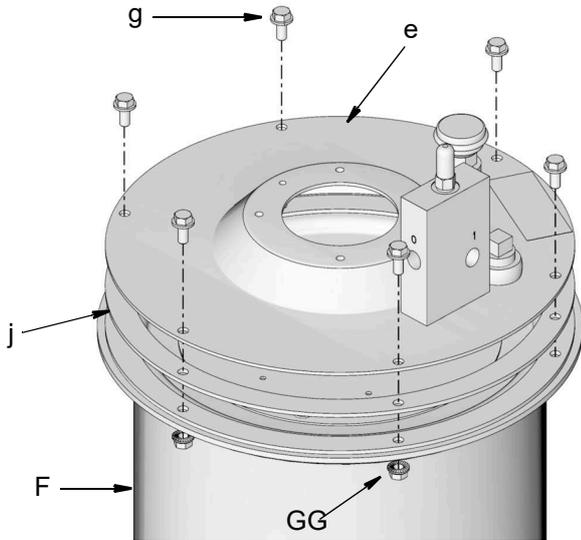

図 9
6. カバー (e) をリザーバー (F) のガスケット (j)) に取り付けます (図 9)。